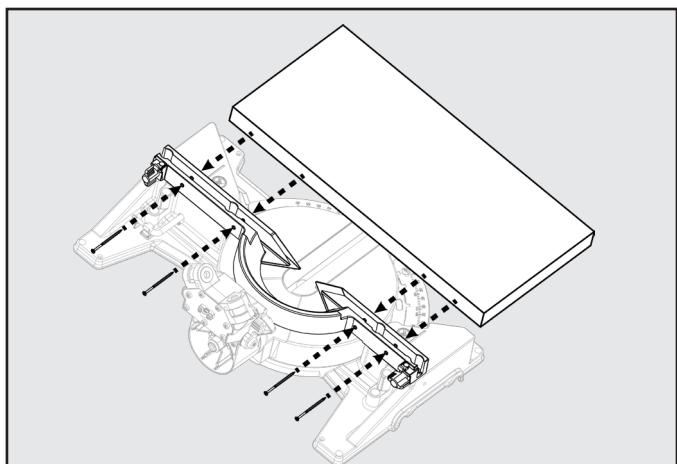
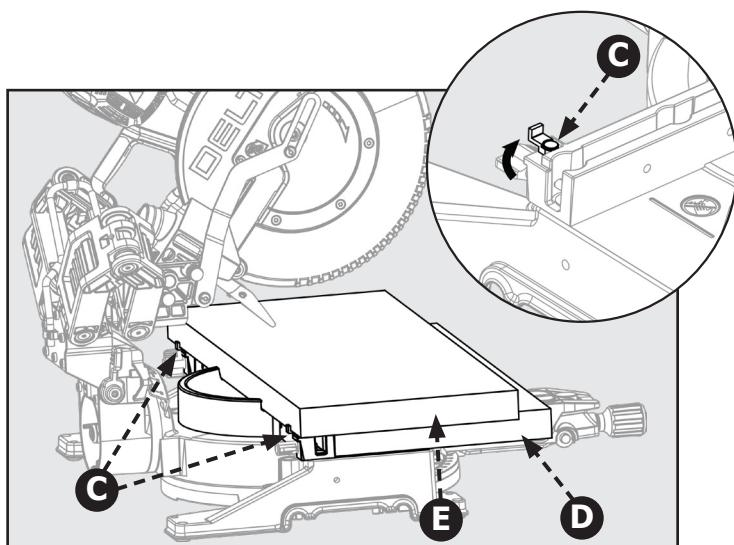

Figure 28
Figure 29
2. Tournez les languettes de support (C) vers leur position. Les languettes (C) se trouvent sur les côtés gauche et droit du guide inférieur (fixe). Ils agissent comme butées arrière de votre pièce. Voir figure 29.
3. Vous devez ajouter une table auxiliaire (D) pour soutenir votre pièce surdimensionnée (E). Placez une planche de la table auxiliaire (D) de 2 po x 14 po sur la table de la scie et contre la section inférieure (fixe) du guide de la scie. Assurez-vous que la planche est fermement fixée contre le guide inférieur (fixe).
- REMARQUE : Utilisez des vis de bois pour fixer la planche de la table auxiliaire (D). Voir figure 28.**
4. Utilisez les languettes de soutien (C) pour fixer la pièce avant d'effectuer une coupe